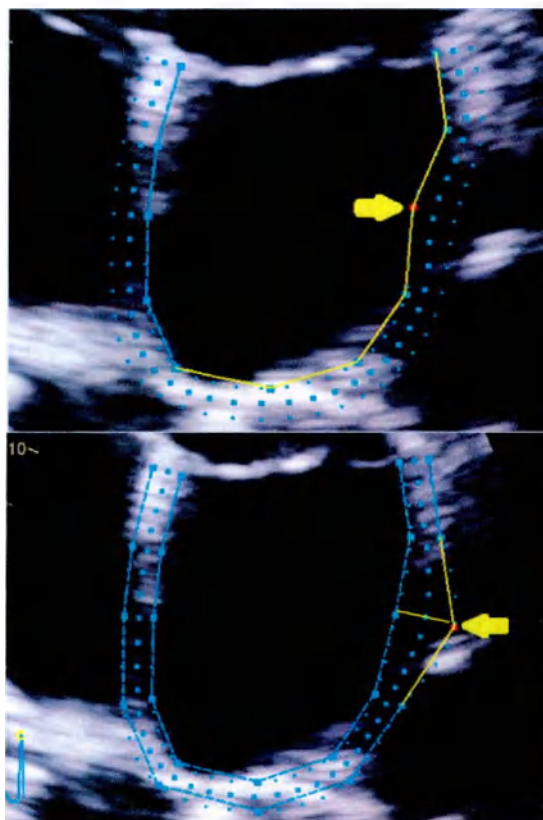

Рис. 8-30. Опции редактирования ИО
- Нажмите и перетащите (или нажмите, переместите мышь и отпустите кнопку) эндокардиальную часть ИО. Редактирование эндокарда изменяет всю ИО (см. Рис. 8-30, верхняя часть).
- Нажмите и перетащите (или нажмите, переместите мышь и отпустите кнопку) точки привязки в эпикардиальной ИО (высвечиваются красным при наведении курсора мыши). Редактирование эпикарда изменяет только эпикардиальную часть (см. Рис. 8-30, нижняя часть).